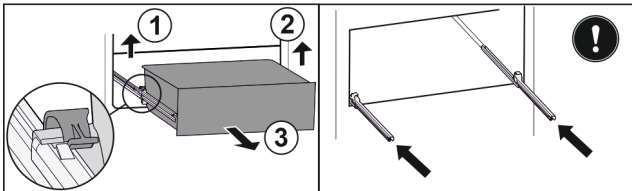

Fig. 163
- Linke Klemme anheben und gleichzeitig Schubfach links nach vorne ziehen. Fig. 163 (1)
- Rechte Klemme anheben und gleichzeitig Schubfach rechts nach vorne ziehen. Fig. 163 (2)
- Schubfach nach vorne entnehmen. Fig. 163 (3)